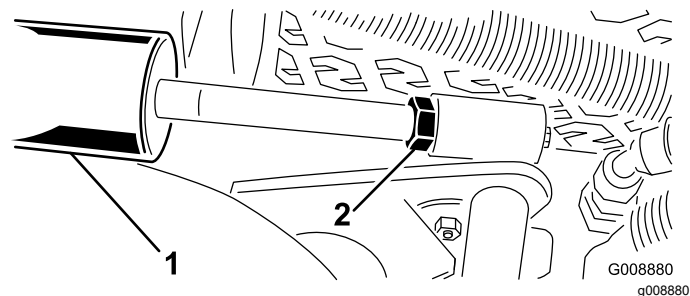

Bild 15
A. Senken Sie die Mähwerke ab und drehen Sie die Klemmmutter am Zylinder heraus (Bild 15).